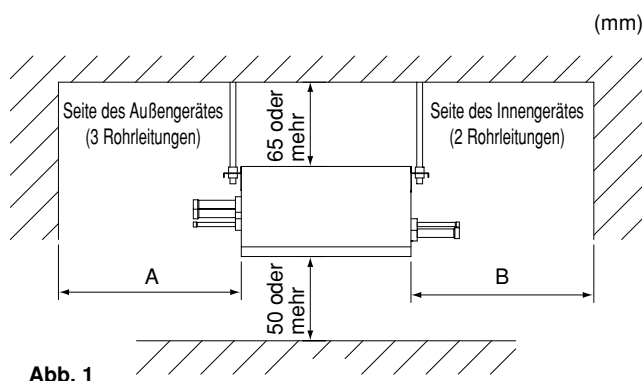

Abb. 1
- Wo ausreichender Platz für Installation und Wartung gewährleistet ist. (Siehe Abb. 1)